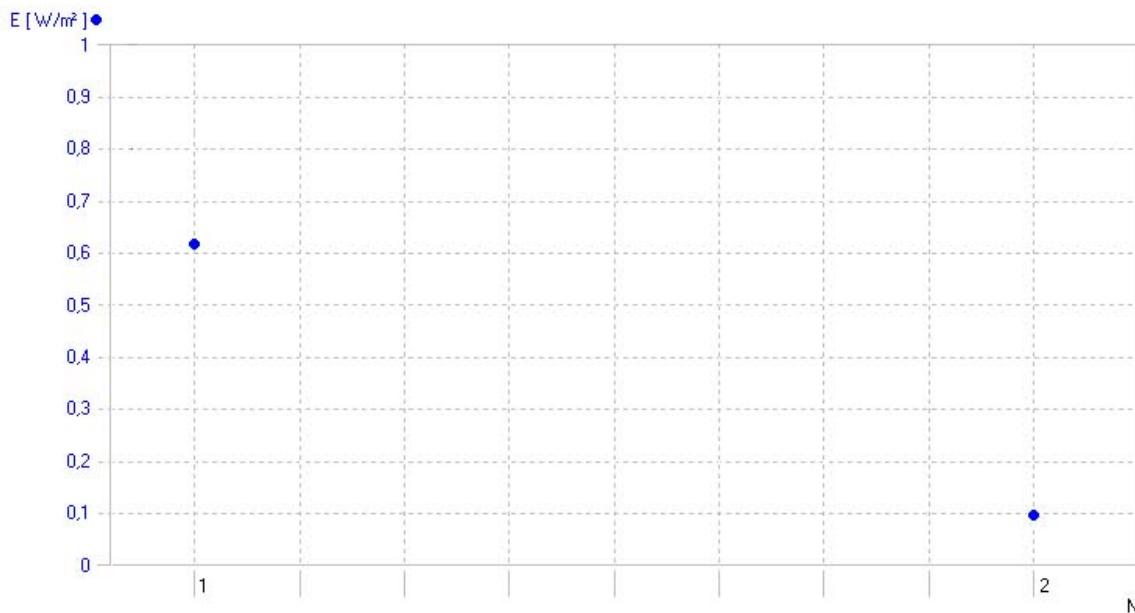

Fig. 3 Representación en pantalla de los puntos de medida del experimento anterior en 3B NETlab™ (U11310)
- Se representa gráficamente la dependencia de los valores de medida (Fig. 3).